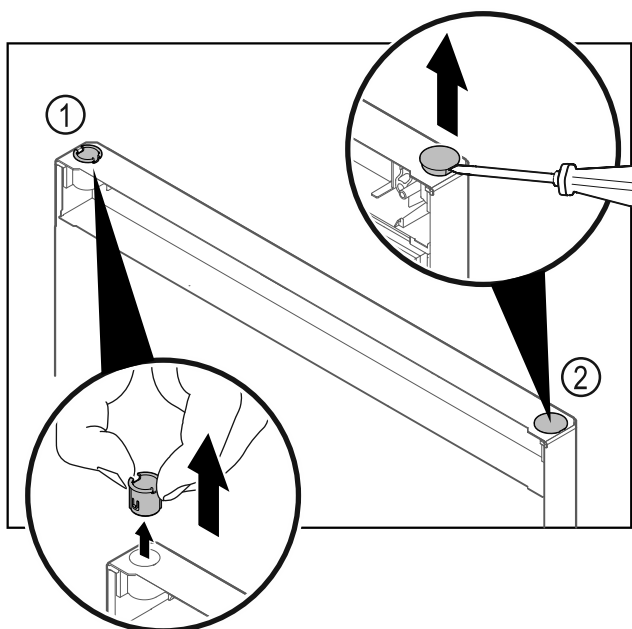

Fig. 22
- Estrarre la boccola cerniera Fig. 22 (1) con le dita.
- Con un cacciavite a testa a intaglio sollevare con cautela il tappo Fig. 22 (2) ed estrarlo.